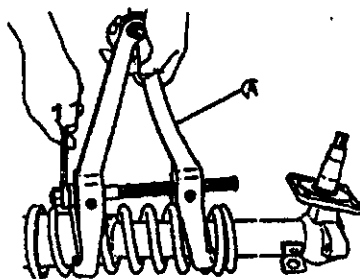

图 3-35 拆下弹簧
将螺旋弹簧从前悬挂支柱上拆下, 其方法如图 3-35 所示。使用拆卸弹簧的专用工具 (A), 如图示用扳手转动螺杆, 将螺旋弹簧压缩, 待螺旋弹簧与弹簧座之间出现间隙时, 把前悬挂支柱端的锁紧螺母拆下, 然后再将支柱的支承组件、轴承和螺旋弹簧等一并拆下。对螺旋弹簧的技术状况进行检查, 观察其有无断裂, 并使用直尺测量螺旋弹簧的自由长度, 测量时不得对螺旋弹簧施加压力, 其长度应符合规定的技术要求。昌河、长安微型汽车螺旋弹簧的标准长度为 268 mm, 最小极限不得小于 255 mm; 吉林牌微型汽车其螺旋
(4) 检查球关节